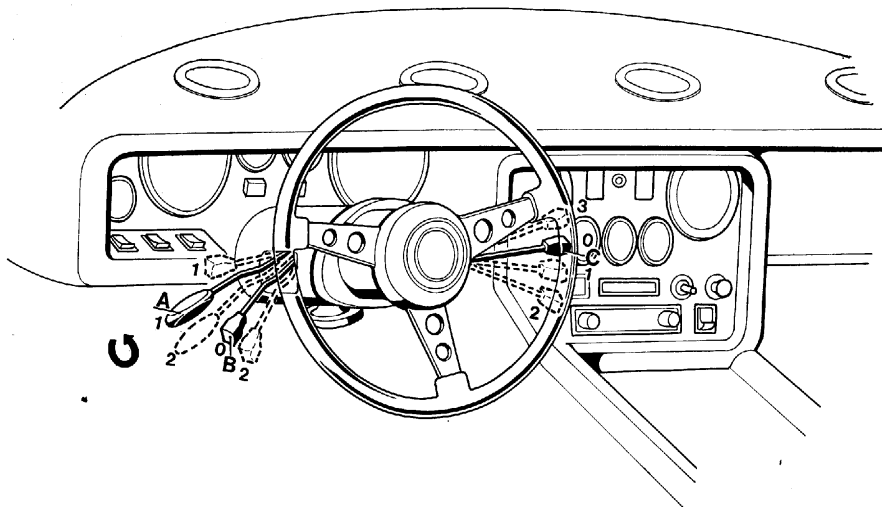

Fig. 5
### COMANDI SUL VOLANTE (Fig. 5)
### COMMANDES SUR LE VOLANT DE DIRECTION (Fig. 5)
### CONTROL ON STEERING WHEEL (Fig. 5)
### BETÄTIGUNGEN AM LENKRAD (Abb. 5)
(Fig. 5/B)
**Leva comando lavacrystallo, tergicristallo.** Può assumere le posizioni indicate in Fig. 5/C.
**Levier de commande des feux de direction** (Fig. 5/B)
Il peut avoir les positions indiquées à la Fig. 5/C.
**Control lever for windshield washer and wiper.** It may assume the positions indicated in Fig. 5/C.
**Bedienungshebel für Fahrtrichtungsanzeiger** (Abb. 5/B)
**Hebel zur Bedienung von Scheibenwascher und Scheibenwischer.** Dieser Hebel kann die auf Abb. 5/C angegebene Stellungen einnehmen.